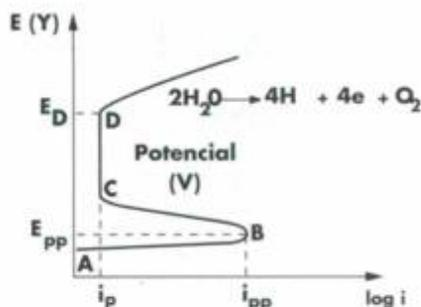
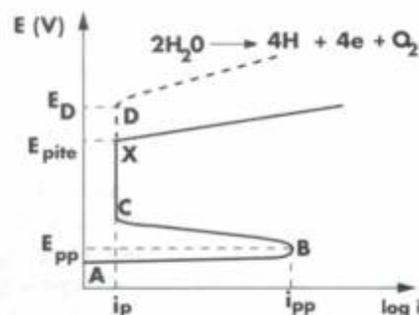

FIGURA 2 - Curva de polarização típica do sistema metal/solução em que ocorre a passivação do metal
FIGURA 3 - Curva de polarização típica de sistemas metal/solução em que ocorre corrosão por pite
Uma curva de polarização típica de sistemas metal/solução em que ocorre a passivação do metal, está apresentada na Figura 2.
Quando nos processos de eletrodeposição a curva de polarização anódica apresenta o aspecto mostrado na Figura 2, os anodos de níquel comportam-se como anodos insolúveis, fato altamente indesejável, conforme será discutido posteriormente no item 3 "Problemas devidos à passivação dos anodos". Situações desta natureza ocorrem nos processos de eletrodeposição de níquel onde são utilizados anodos extremamente puros sem nenhum elemento de adição e os banhos não contêm cloretos ou os contêm em concentrações muito baixas. Na presença de teores apreciáveis de cloretos, as curvas de polarização mudam de aspecto. Uma curva típica é apresentada na Figura 3. Observando esta curva, pode-se verificar que antes do potencial E_0 , que corresponde ao do início da reação de formação do gás oxigênio, ocorre um aumento brusco de corrente. Isto é devido ao fato de o íon cloreto ser capaz de quebrar localmente a camada passiva formada sobre o níquel determinando a ocorrência de corrosão por pite, fato que pode ser visualizado na superfície de amostras de níquel utilizadas no levantamento das curvas de polarização. O potencial em que ocorre este fato é denominado de potencial de pite, E_{pito} . Em resumo, na presença de cloretos as curvas de polarização apresentam três regiões distintas, a saber:
Além das observações acima, verifica-se que para teores muito elevados de cloretos nem se verifica mais a passivação do níquel, ou seja, a região ativa se estende para potenciais mais elevados. Isto significa que a corrosão do níquel é do tipo generalizado, semelhante à corrosão do trecho A-B da curva apresentada na Figura 2, ocasionando uma diminuição drástica do lodo anódico, visto que a cor-
São anodos que possuem uma granulação muito fina e contém pequena quantidade de oxigênio, na forma de óxido de níquel. Este óxido encontra-se segregado em contorno de grão. São anodos adequados para serem utilizados em pHs superiores a 4,0, sendo os mais indicados para banhos de pH acima de 4,5. São indicados para uso em banhos tipo Watts, especialmente quando não-aditivados. A corrosão ocorre de maneira ativa (correspondente ao trecho A-B da curva de polarização da Figura 2) sendo, por esta razão, uniforme com produção de pequena quantidade de lodo anódico, porém não suficientemente reduzida para que se possa dispensar o uso de sacos para anodos. Por se manterem no estado ativo podem ser utilizados em banhos isentos de